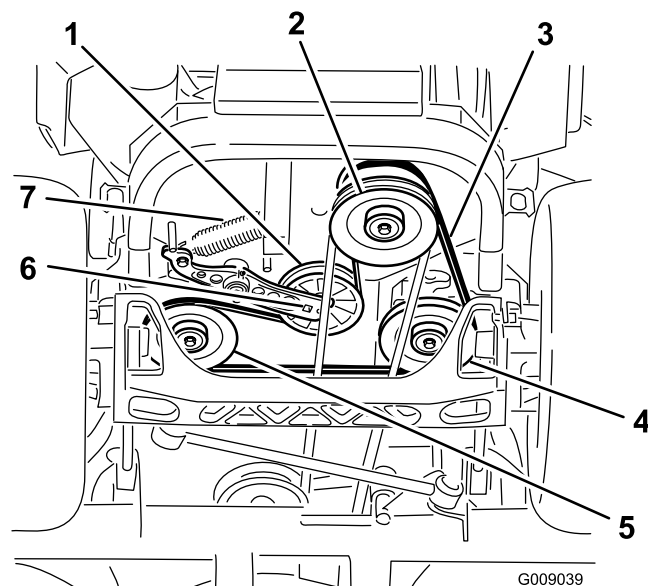

Figure 76
4. Soulevez la machine sur des chandelles (Figure 76).
5. Insérez un rochet dans le trou carré du bras de la poulie de tension pour déposer le ressort de la poulie de tension (Figure 76).
6. Décrochez le ressort de la poulie de tension du châssis (Figure 76).
9. Insérez un rochet dans le trou carré du bras de la poulie de tension pour installer le ressort de la poulie de tension sur le châssis (Figure 76).